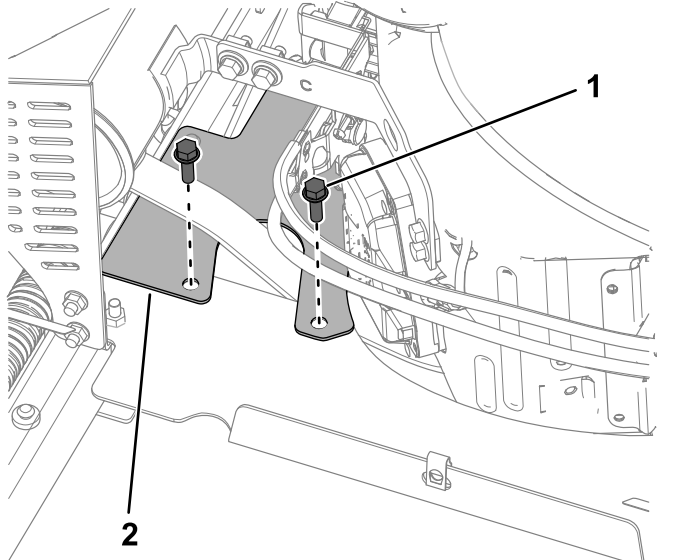

Figura 31
3. Rimuovete i 2 bulloni (5/16" x 1") e la protezione della cinghia (Figura 31).
2. Montate la protezione della cinghia come illustrato nella Figura 31. Serrate i bulloni a 20–25 N·m.